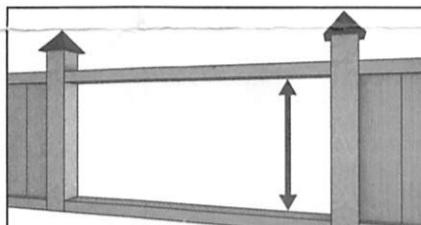
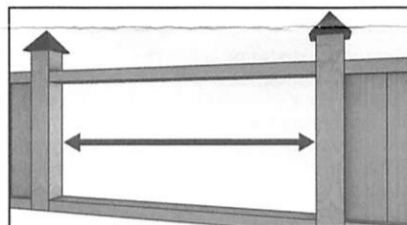
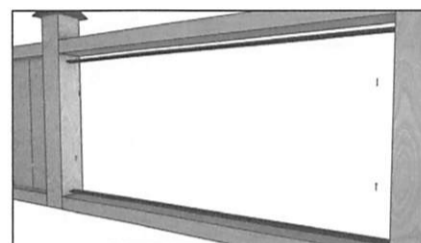
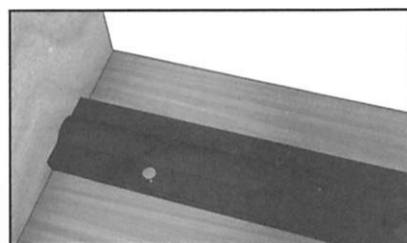

Figure 1
Figure 2
Figure 3
Figure 3A
STEP 1 Determine if you wish to install your FLEX·fence® as either vertical (Figure 1) or horizontal (Figure 2) panels.
ÉTAPE 1 Déterminer si on souhaite installer le système FLEX·fence^{MD} à la verticale (Figure 1) ou à l'horizontale (Figure 2).
STEP 2 Fit rails onto top and bottom (Figure 1) crossbar or fence post (Figure 2). Using a marking instrument denote rail placement ensuring that they are well centered and the pre-punched swivel holes are directly opposite to one another (Figure 3).
ÉTAPE 2 Fixer les rails sur les barres transversales du haut et du bas (Figure 1) ou sur les poteaux de clôture (Figure 2). Marquer l'emplacement des rails en s'assurant de bien les centrer* (Figure 3A) et de placer les trous directement l'un en face de l'autre (Figure 3).*
NOTE: You may wish to use our location holes for position purposes during the installation (figures 3 & 3A).
REMARQUE : on peut utiliser les trous de positionnement comme guides durant l'installation (figures 3 et 3A).